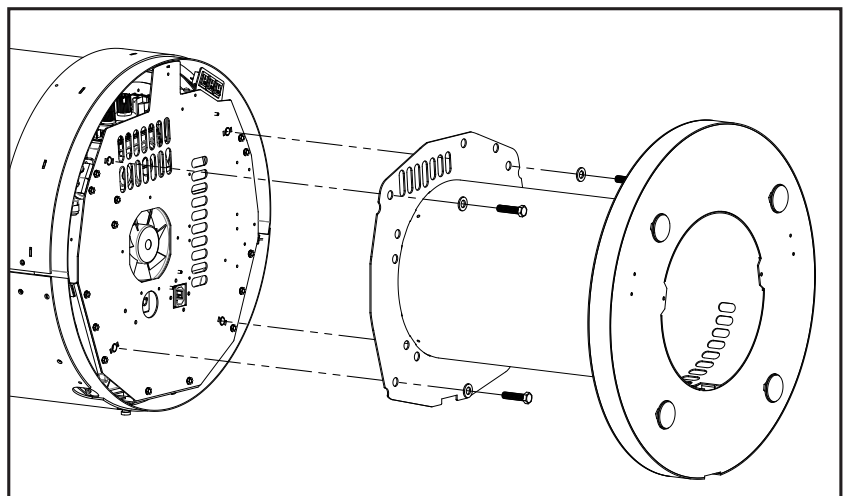

Figure 76: Installation du piédestal sur poteau
Le piédestal de poteau est livré avec quatre (4) boulons à tête hexagonale et quatre pour fixer le piédestal sur l'unité. Alignez les fentes d'aération du piédestal avec celles situées au bas de l'appareil. Fixez le socle du poteau à l'unité en utilisant les mêmes trous filetés dans lesquels les pattes de nivellement ont été installées (voir Figure 76).